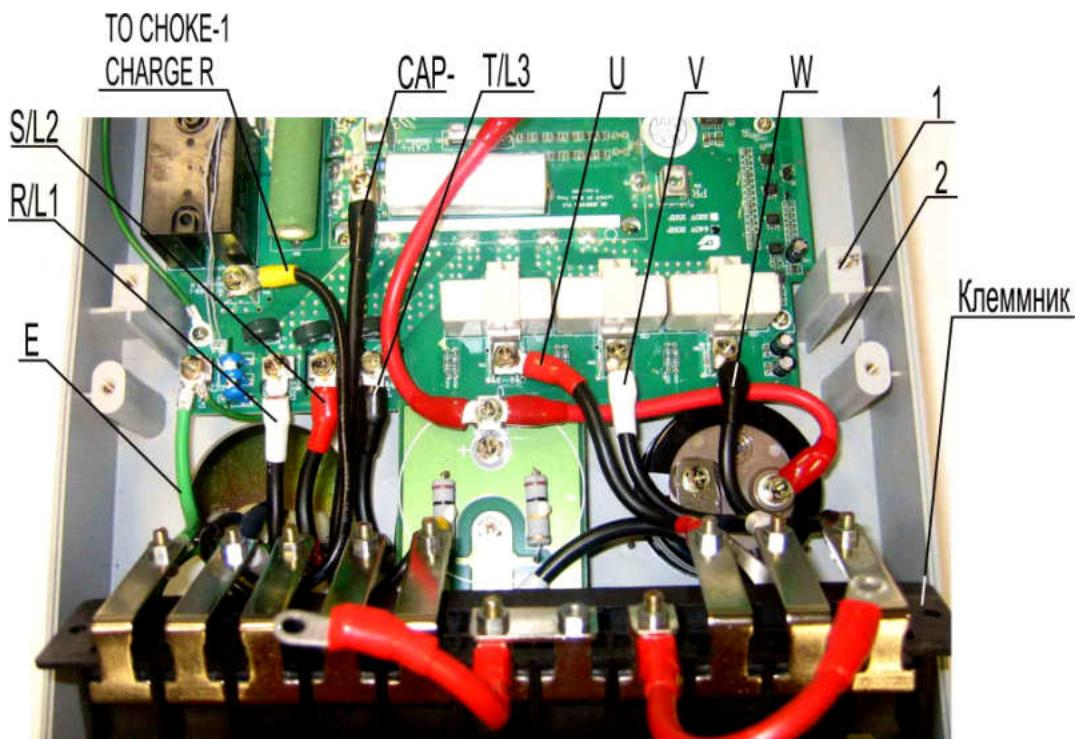

Рис. 7.13
7.5.12. Соединить наконечник длинного провода реактора ТО CHOKE-1 CHERGE R с клеммой на плате и закрепить винтом (рис. 7.13).
7.5.13. Взять клеммник с закрепленными к нему проводами. Положить клеммник в корпус, как показано на рис. 7.13.
7.5.14. Соединить поочерёдно наконечники проводов E, R/L1, S/L2, CAP-, T/L3, U, V, W (рис. 7.13) с клеммами на плате и закрепить винтами.
7.5.15. Перевернуть клеммник от себя. Установить клеммник на стойки 1 корпуса 2 (рис. 7.13), совместив отверстия клеммника с резьбовыми отверстиями стоек.